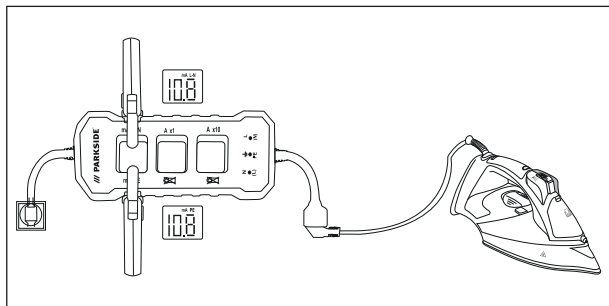

Fig. 2
- 4) Aflæs den direkte værdi for afledningsstrømmen (PE-leder) i ringen **mA PE 7** eller den indirekte værdi/differensværdien for afledningsstrømmen (L-N-leder) i ringen **mA L-N 1** (se fig. 2).